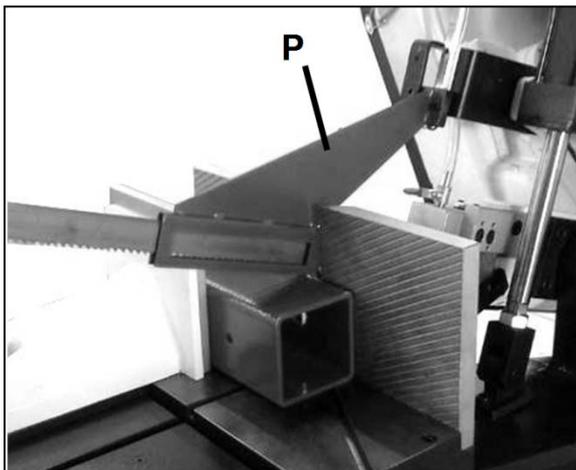
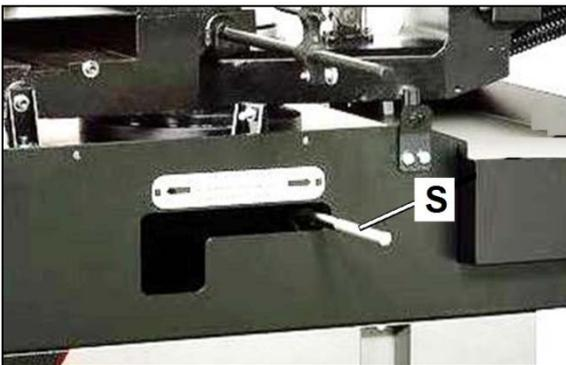

Abb. 7-4: Materialsensor
Abb. 8-1: Einstellungen für Gehrungsschnitte
- Den Schalter (K) betätigen, um den Sägebügel nach oben zu bewegen.
- Den Materialsensor (P, Abb. 7-4) ganz nach oben bewegen.
2. Den manuellen Betrieb wählen: **Den Schalter (D) auf "Manual" drehen.**
3. Den Schalter (K) betätigen, um den Sägebügel ganz nach oben zu bewegen. Dann den Materialsensor (P, Abb. 7-4) ganz nach oben bewegen.
4. Zum Öffnen des Spannstocks den Schalter (L) betätigen.
2. Die Taste (E) drücken, um die Hydraulikpumpe zu starten.
3. Den manuellen Betrieb mit dem Schalter (D) wählen.
4. Den Schalter (K) betätigen, um den Sägebügel nach oben zu bewegen.
5. Den Materialsensor (P, Abb. 7-4) ganz nach oben bewegen.
6. Den Hauptnetzschalter (A) ausschalten.
7. Durch Drehen des Feststellhebels (S, Abb. 8-1) nach links wird der Sägebügel gelöst.